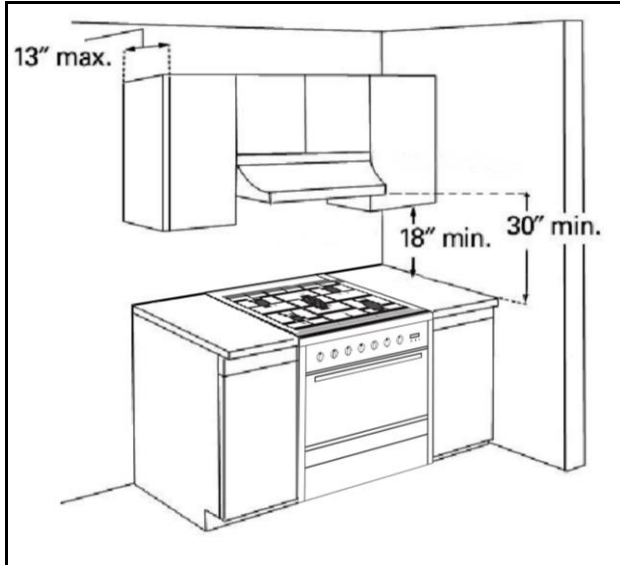

Figure 1
-  Afin d'éliminer les risques de brûlures ou d'incendie par l'atteinte d'unités de surface trop chauffées, l'espace pour des armoires de rangement situées au-dessus des unités de surface doit être laissé libre. Si vous devez y installer des armoires de rangement, le risque peut être réduit en installant une combinaison d'une hotte ou d'une hotte micro-onde avec un minimum de 400 pieds cubes à la minute et s'étendant horizontalement sur un minimum de 12,7 cm (5 po) au-delà du bas des armoires. (Voir la figure 1)
-  Si une hotte de cuisine est installée au-dessus de l'appareil, veuillez maintenir un espace libre minimum de 76 cm (30 po) entre la surface de cuisson et le bas de la hotte de cuisine. La hotte de cuisine doit être reliée directement aux conduits d'évacuation de la fumée ou à l'extérieur. (Voir la figure 1)
-  Si possible, veuillez éviter de placer des armoires directement au-dessus de l'appareil. Si vous utilisez des armoires au-dessus de la surface de cuisson, veuillez utiliser des armoires avec une profondeur moindre que 33 cm (13 po). Veuillez vous assurer que les revêtements muraux, le revêtement de comptoir et les armoires autour de l'appareil peuvent supporter une chaleur jusqu'à 93 °C(200 °F) générée par l'appareil. (Voir la figure 1)
-  Les dimensions d'ouverture de l'armoire qui sont indiquées doivent être utilisées. Les dimensions données sont l'espace libre minimum. (Voir la figure 1)
-  Les zones de travail près du fourneau de cuisine doivent avoir un espace libre minimum de 45,7 cm (18 po) entre le revêtement de comptoir et le bas de l'armoire. (Voir la figure 1)